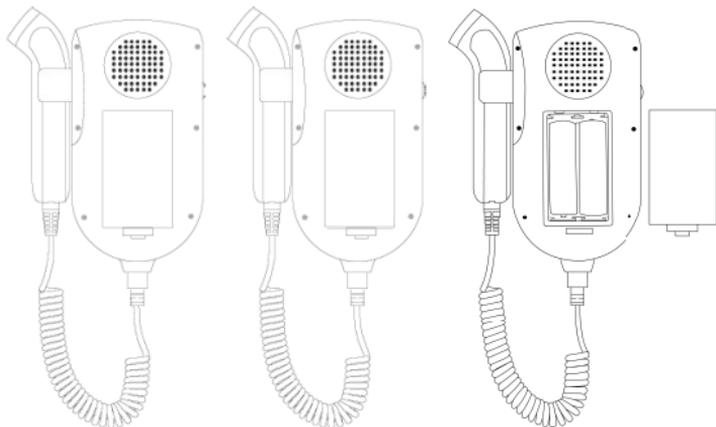

Fig.4-2 Replacing Battery
1. O painel posterior está virado para cima. Primeiro, abra o compartimento da bateria, em seguida, retire a bateria do seu compartimento (veja Fig.4-2).